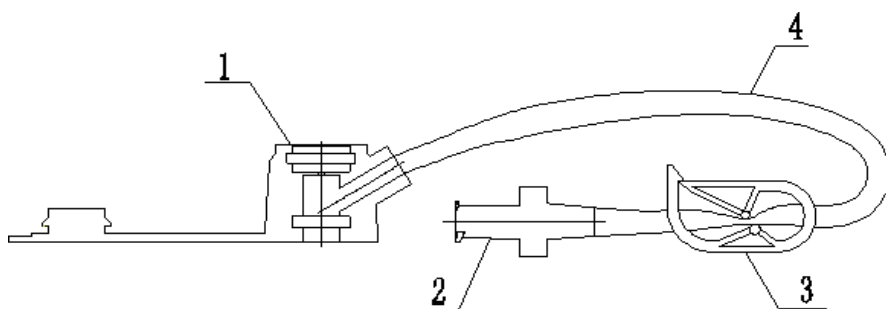

Figura 1: Diagrama esquemático da válvula de biópsia
- **Estrutura do produto:** Diagrama esquemático da válvula de biópsia mostrada na Figura 1.